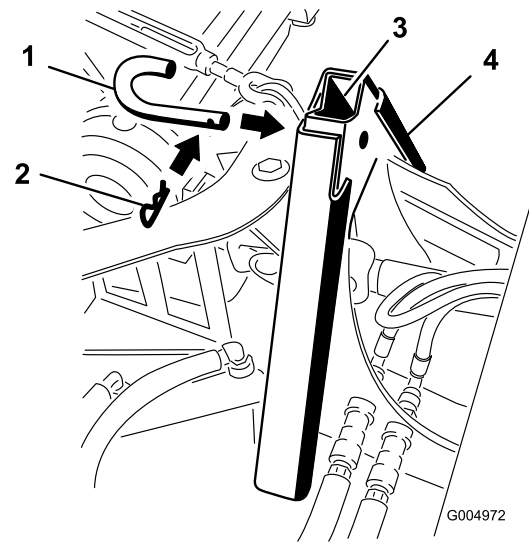

Figura 56
4. Acople los adaptadores con el pasador de acoplamiento y la chaveta según se indica en Figura 56.